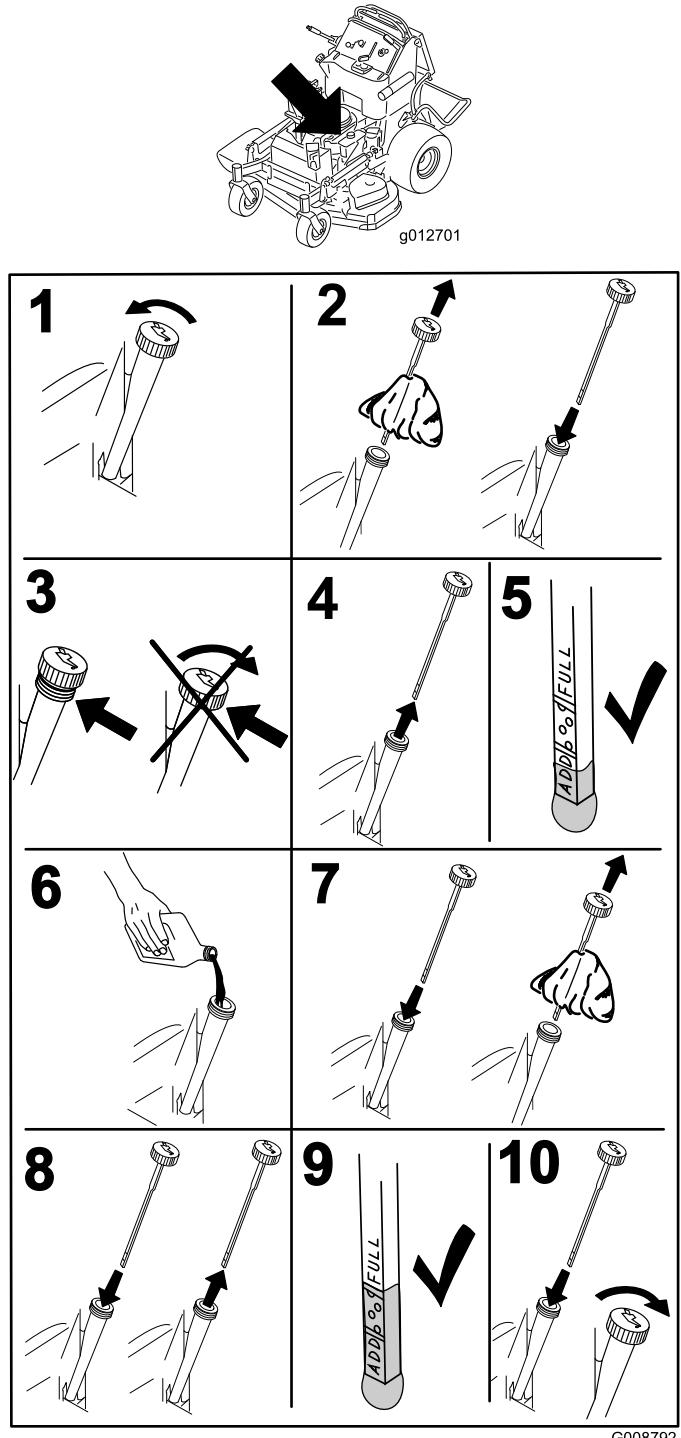

図 44
- エンジンを停止させ、キーを抜き取り、各部が完全に停止したのを確認してから運転位置を離れる（図 44）。